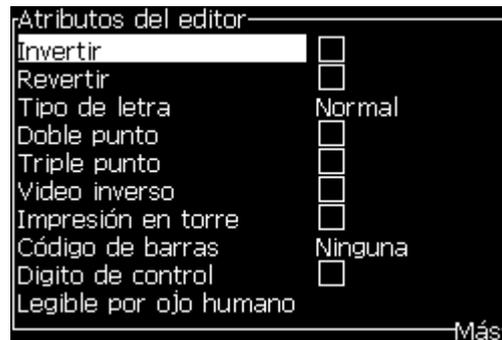

Figura 5-54: Menú Atributos del editor
- 1 Seleccione *Atributos en línea* en el menú *Editor* (pulse *ALT + E*). Aparecerá el menú *Atributos del editor* (consulte Figura 5-54 en la página 5-64).